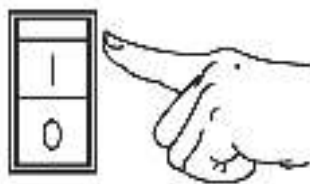

Рис. 14 Выключатель зажигания GG3200
- Вставьте ключ в замок зажигания на панели управления и переведите ключ в положение «ВКЛ.» (Включено) (Рис. 13). Для модели GG3200: переведите выключатель зажигания в положение «I» (Включено) (Рис. 14).